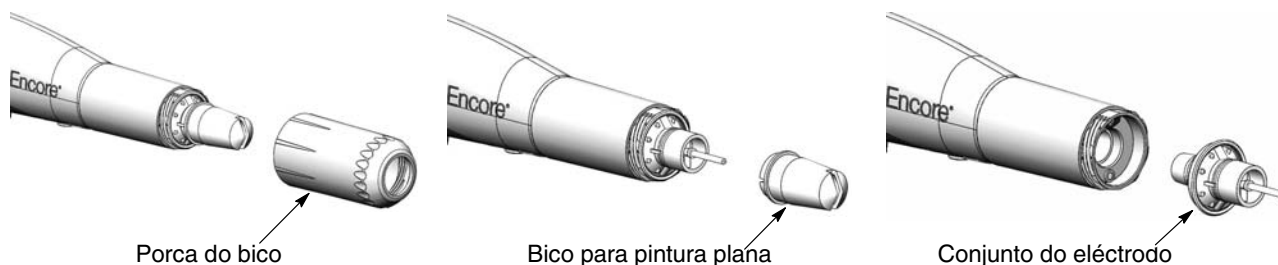

Figura 4-6 Mudança de um bico de pintura plana
2. Consulte a figura 4-6. Desenrosque a porca do bico no sentido contrário ao dos ponteiros do relógio.